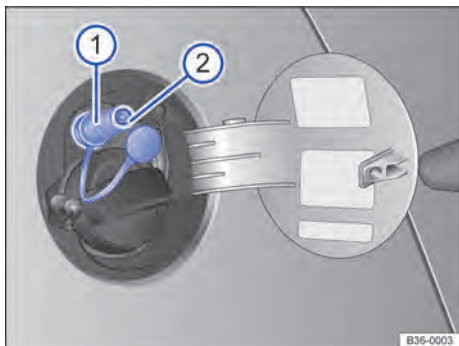

Fig. 195 Com a portinhola do tanque aberta: bocal de abastecimento de gás (1), anel de vedação do bocal de abastecimento de gás (2).
- Retirar a tampa do bocal de abastecimento de gás \Rightarrow Fig. 195 (1).